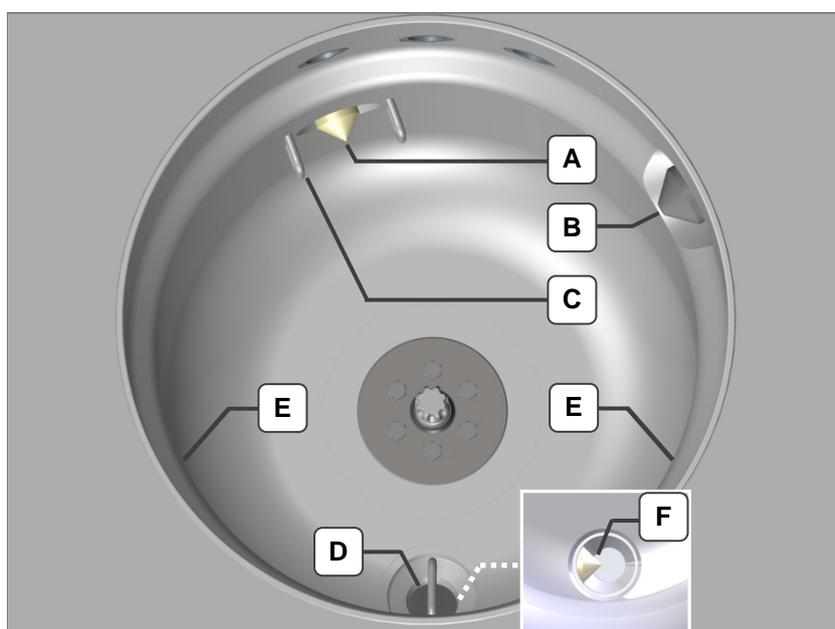

Fig. 9.1.2.1 Vue de la chambre de nettoyage
Vérifiez en particulier l'adhérence de résidus au niveau de la zone de chauffage (*fig. 9.1.2.1.E*).
- Procédure** Dévissez le filtre (*fig. 9.1.2.1.D*) dans le sens antihoraire de la moulure d'évacuation.
- Critères de contrôle** Vérifiez à l'œil nu si les surfaces des capteurs de niveau ainsi que les arceaux de protection présentent des salissures ou dommages (*fig. 9.1.2.1.A/B/C/F*).